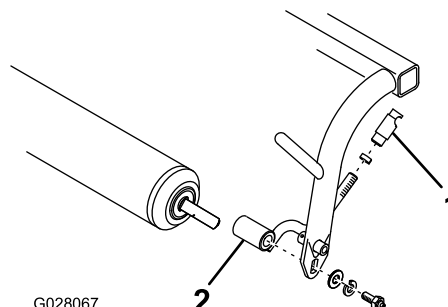

Figura 7
- A. Retire os parafusos que fixam o eixo do rolo e as articulações de tração cada extremidade da estrutura da carroçaria (Figura 7).
- B. Instale o rolo e os novos conjuntos das articulações de tração à estrutura da carroçaria com os parafusos anteriormente retirados (Figura 7). Posicione as articulações de tração de modo a que fiquem para fora.
- C. Monte uma porca e um recetor de junta esférica em cada conjunto articulado, conforme indicado em Figura 7.